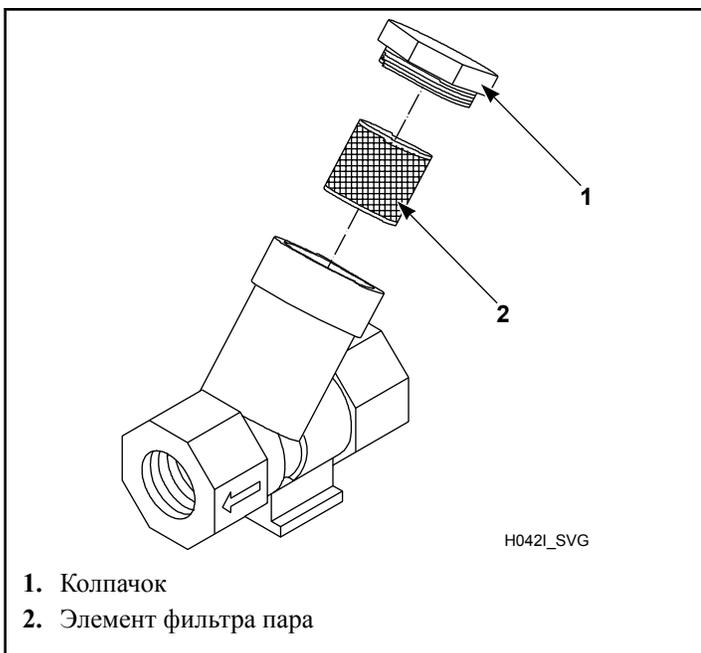

Рис. 52
3. Если применимо, очист. фильтр на поставляем. заказчику пар. См. Рис. 52 .